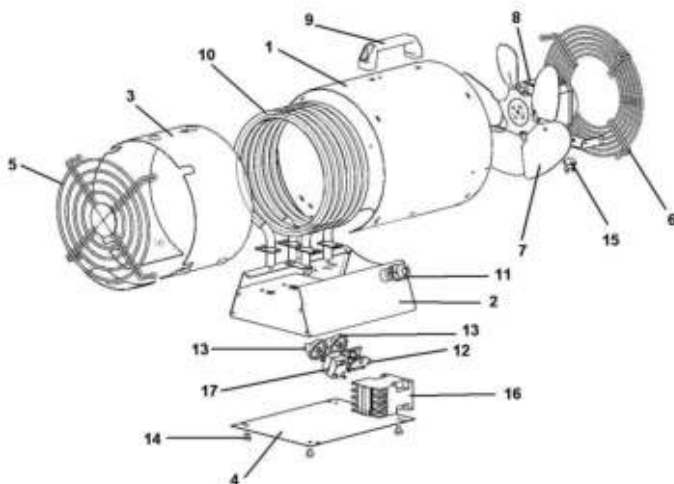

Рис. 1
Конструктивно тепловентилятор представляет собой металлический корпус, в котором размещены электродвигатель с крыльчаткой и электронагревательные элементы (далее ТЭНы). Переключатель 12 (рис.1) на четыре положения предназначен для установления режимов работы. Термостат 15 (рис.1) отключает ТЭНы в случае аварийного (ненормального) режима работы (перекрыто входное или выходное отверстие, перегрев вследствие останова электродвигателя). Терморегулятор (капиллярный термостат) 17 (рис.1) в тепловентиляторе ТТ-6Т предназначен для автоматического поддержания температуры в помещении на заданном уровне. При достижении заданной температуры терморегулятор отключает нагревательный элемент, оставляя включенным вентилятор. При понижении температуры всасываемого воздуха на 3-5°С вновь включает нагрев.
Установить переключатель режимов работы (12) рис. 1 тепловентилятора положение «0» (отключено).
Переключатель режимов (12) рис.1 установить в выбранный режим.
Ручку капиллярного термостата (17) рис.1 повернуть против часовой стрелки до упора.
Переключатель режимов работы (12) рис. 1 установить в положение нагрева. В этом случае тепловентилятор работает в режиме вентилятора. Плавно поворачивать ручку капиллярного термостата (17) рис.1 по часовой стрелке до щелчка включения, который произойдет при совпадении установки капиллярного термостата с температурой окружающего воздуха. Повернуть ручку капиллярного термостата (17) рис. 1 по часовой стрелке еще на некоторый угол. Капиллярный термостат не имеет отградуированной шкалы по температуре и установка ручки на желаемую температуру в помещении уточняется (определяется) потребителем в процессе эксплуатации.
установить переключатель режимов работы (12) рис. 1 в режим вентилятора «1». В этом режиме крыльчатка будет вращаться, а ТЭНы будут отключены.
Установить переключатель режимов (12) рис. 1 в положение «0» – отключено. В случае длительного перерыва в работе тепловентилятора отсоединить питающий кабель от сети.
Термостат (15) рис.1 при ненормальном режиме работы тепловентилятора срабатывает и отключает ТЭНы.
охладить тепловентилятор до температуры окружающего воздуха; переключатель режимов работы (12) рис. 1 установить в положение «0» (отключено);
выяснить и устранить причину, вызвавшую срабатывание термовыключателя; переключатель режимов (12) рис. 1 установить в положение «1» (вентилятор) и по наличию воздушного потока убедиться во вращении крыльчатки. После этого можно включить нагрев.